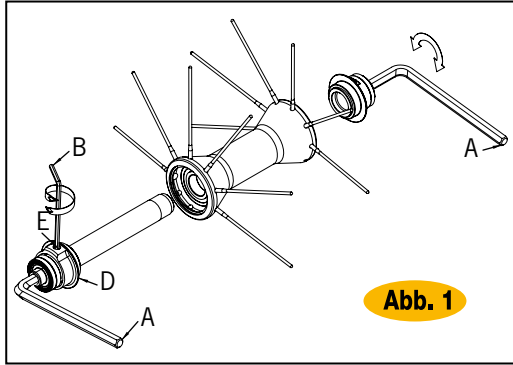

Abb. 1
- Den Stift in den Nabenkörper einsetzen und den beweglichen Anschlag kräftig feststellen mit einem Drehmoment von 15 N.m. Wenn nötig, die Regelung der Nabe über den Ring (D) vornehmen.
- Den Zapfen (E) mit einem Inbusschlüssel (B) lockern Abb. 1.